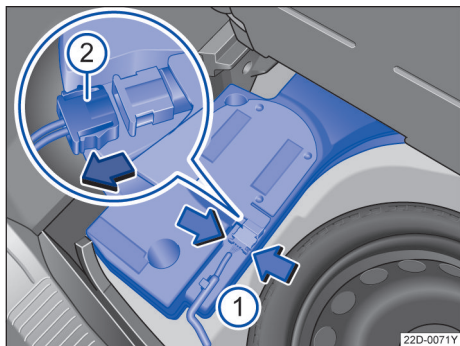

图 169 行李厢内：拆下重低音扬声器
- 用手捏住定位凸缘→图 169（箭头 ①）并压紧到止位，并断开连接插头 ②。
- 拔出连接插头 ②，并将拔出的导线放置一边。